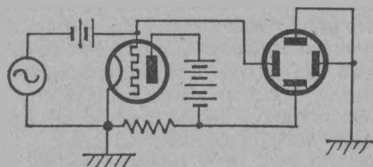

Fig. 17. — Tracé des caractéristiques pseudo-statiques.
c) Le tracé des caractéristiques dynamiques d'une lampe peut se faire exactement comme ci-dessus, mais en ajoutant une résistance dans la plaque (fig. 17).